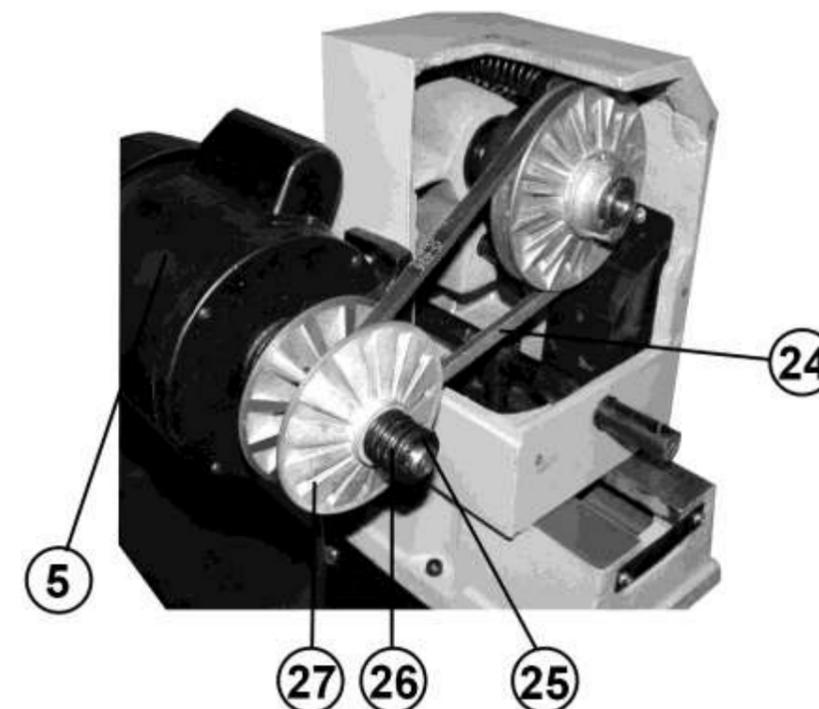

Рис. 16
11.4. Для замены приводного ремня (24) снимите кожух передней бабки, стопорное кольцо (25) пружину (26) и правый шкив (27) двигателя (5). Замените ремень (24) и установите детали в обратной последовательности, Рис. 16.